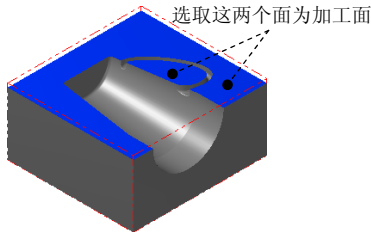

图 21.27 选取加工面
Step2. 选取加工面。在图形区中选取图 21.27 所示的曲面（共 2 个），然后按 Enter 键，系统弹出“刀具路径的曲面选取”对话框。单击“刀具路径的曲面选取”对话框中的 **✓** 按钮，系统弹出“曲面精加工平行铣削”对话框。